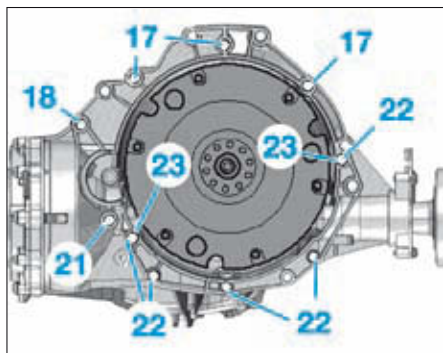

FIG. 85
- les vis supérieures (17) de la boîte de vitesses sur le carter moteur (Fig.85),
- la vis (18) du démarreur.
- Déposer la vis (21) du démarreur (Fig.85).
- S'assurer de la présence des douilles de centrage (23) de la boîte de vitesses sur le bloc-cylindres (Fig.85).
- S'assurer de la présence de la douille de centrage du démarreur au niveau de la vis (18) (Fig.85).